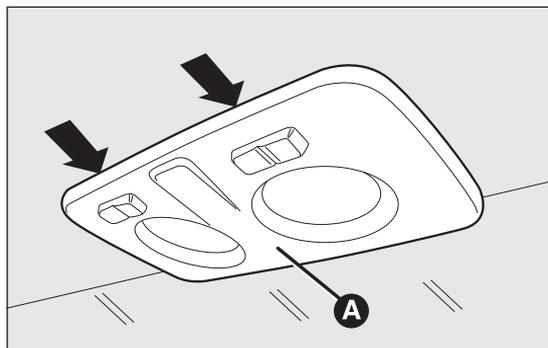
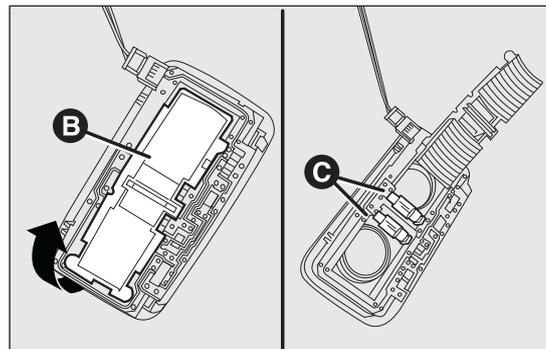

fig. 150
fig. 151
- agir sur les points indiqués par les flèches et enlever le plafonnier A fig. 150 ;
- ouvrir le couvercle de protection B fig. 151 ;
- refermer le couvercle B fig. 151 et fixer le plafonnier A fig. 150 dans son logement en s'assurant de son blocage.